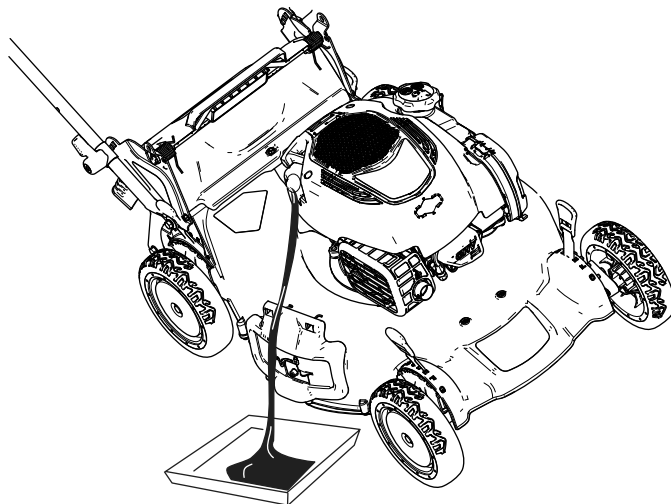

Figura 29
4. Ponga la máquina de lado (de modo que el filtro de aire quede hacia arriba) para drenar el aceite usado a través del tubo de llenado de aceite (Figura 29).